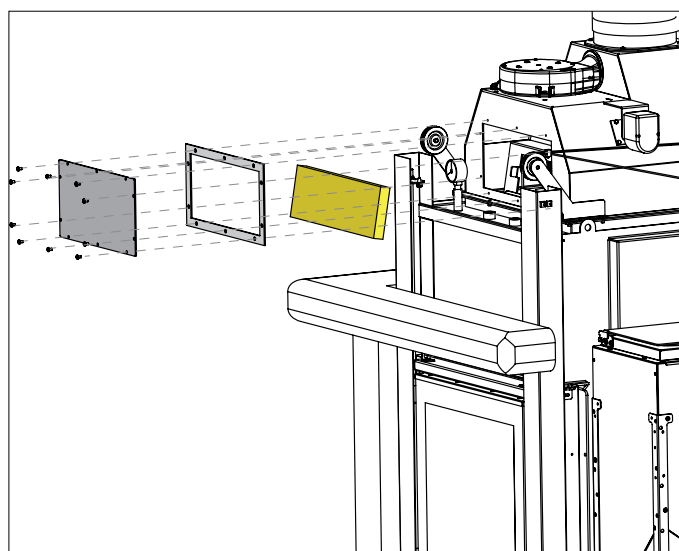

fig. 6.2
- Accéder à la trappe d'inspection du parcours de fumée en dévissant les vis du bouchon frontal (fig. 6.2) et extraire le déflecteur de fumée en magnofix; vérifiez l'état du joint et remplacez-le si nécessaire.